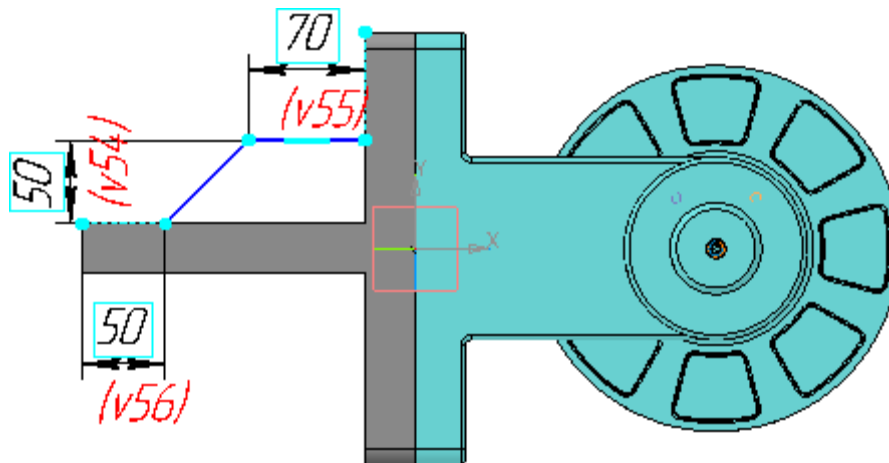

Рисунок 11.
- Для окончательного определения эскиза проставьте три линейных размера (рис.11).